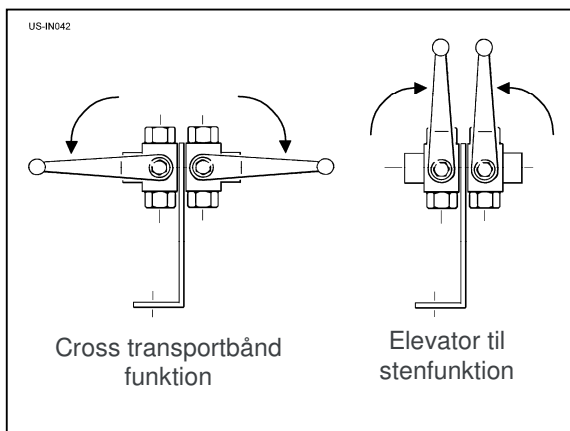
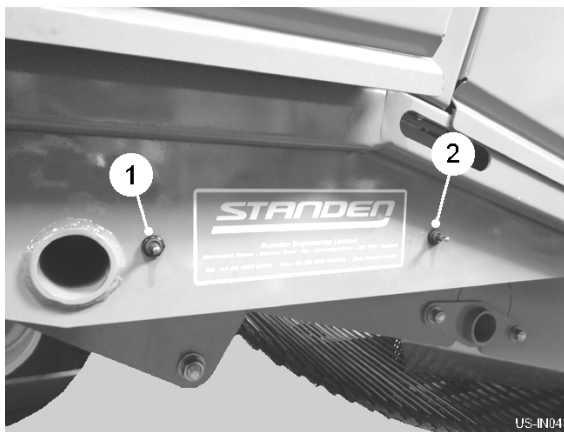

Fig 16
Fig 17
Stenelevatorfunktionen vælges ved at nulstille de to manuelle ventiler (see fig 16) bag den tredje LH-beskyttelsesdør. Hævning / sænkning af transportøren styres af de to eksterne kontakter (item 1 & 2, fig 17) på RH-siden af maskinen.
For at folde steneliftten ud skal ventilhåndtagene indstilles som vist (see fig 16).
Nulstil ventilhåndtagene til 'tværtransportørfunktion' (see fig 16). Ved hjælp af afbryderne (item 1 & 2, fig 17) skal du forsigtigt flytte tværtransportøren sidelæns for at lukke mellemrummet mellem transportøren og stenelevatoren. Sørg for, at flyvningerne ikke kommer i kontakt med tværbåndet, når de kører.
Til sidst nulstilles ventilhåndtagene til 'elevatorfunktion' (se fig. 16) for at forhindre utilsigtet at flytte tværtransportøren ind i elevatoren under arbejdet.